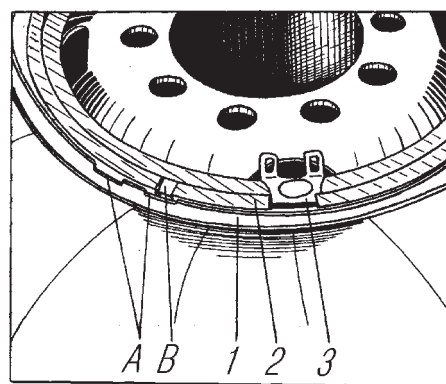

Рис. 47. Положение замочного и наружного бортового колец:
5. Установить бортовое и замочное кольца, совместив при этом на колесах выштамповку В (рис. 47) на замочном кольце с одним из пазов А на бортовом кольце и обеспечив совпадение разреза замочного кольца с ограничителем на ободе.